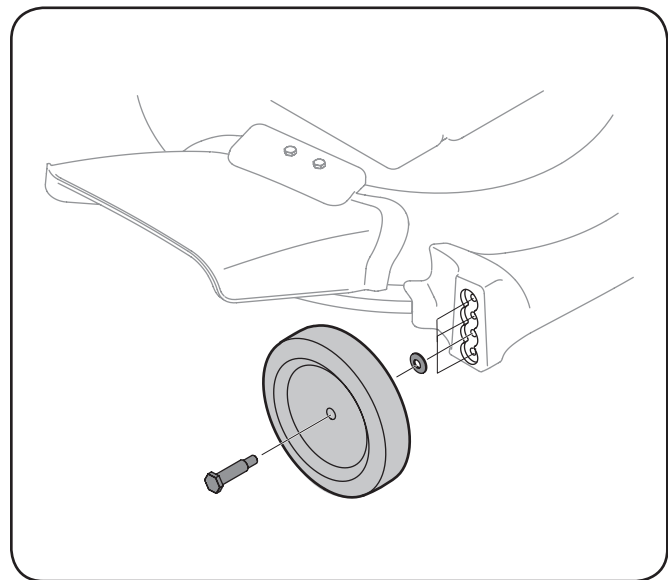

Figura 3-9
1. Quite los tornillos y arandelas del hombro de las ruedas como se muestra en la figura. 3-9.